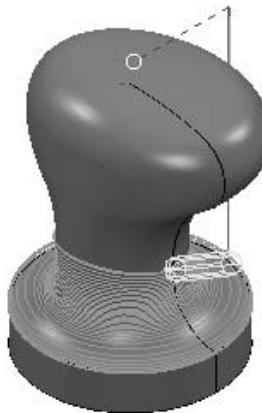

图 2-172 生成的刀具路径
5) 在“点投影精加工”对话框中单击“应用”按钮和“接受”按钮，确定参数并退出对话框，生成的刀具路径如图 2-172 所示。